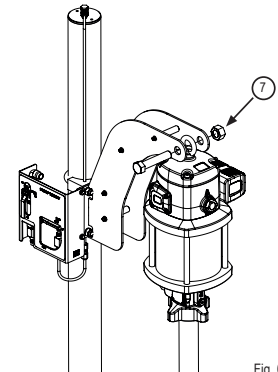

Fig. 6
3. Only for model 18305. Fix the pump through eye bolt with bolt and nut (7) (fig. 6).
3. Endast för modell 18305: Fäst pumpens lyftögla med skruven och muttern (7) (fig 6.)